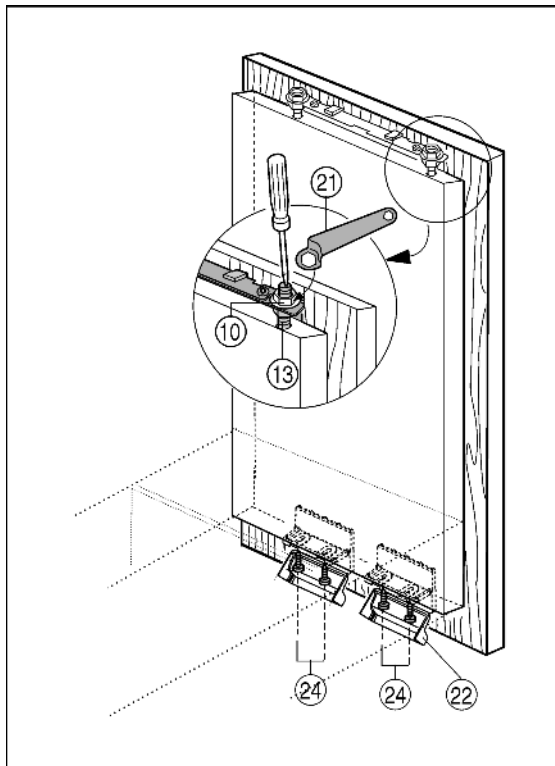

Fig. 18
- ▶ Allineare l'anta del mobile in profondità Z: svitare in alto le viti Fig. 17 (15), in basso le viti Fig. 18 (24), quindi spostare l'anta.
- ▶ Stringere i controdadi Fig. 18 (10) con la chiave ad anello Fig. 18 (21), trattenendo il perno di regolazione Fig. 18 (13) con un cacciavite.